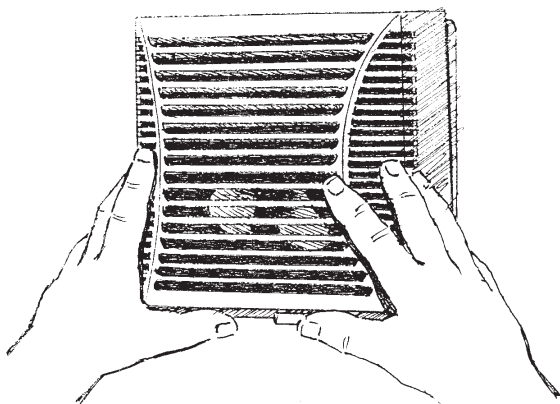

рис. 15
7. Надеть на вентилятор крышку (рис. 15).